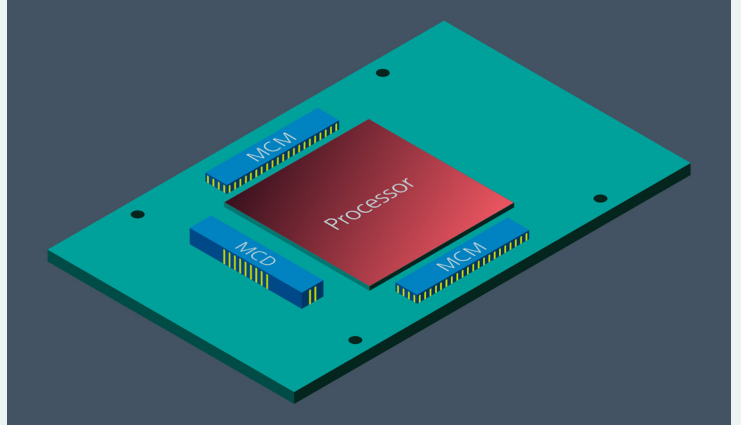

图 4: 先进 AI 处理器的供电网络, 电流超过 500A 时, 电压低于 1V。
当人工智能 (AI) 处理器电源系统设计人员想在 AI 加速卡上最大限度提高其处理器性能时,他们把目光投向了 Vicor。处理器的电源性能需求要求在 1V 以下 (图 4) 的电压下提供 500A 以上的电流。此外,供电网络还需要适应行业标准的开放式计算平台 OAM 卡,突破传统多相降压稳压器的功率密度限制。